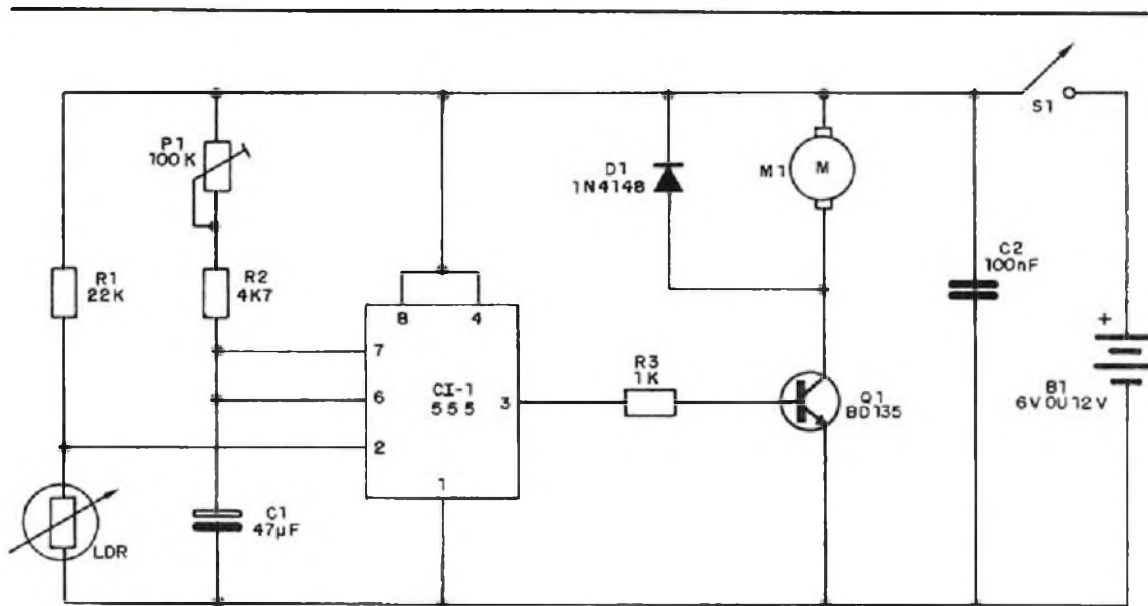

Figura 1
Na figura 1 damos o circuito da primeira versão, para ativação de um pequeno motor de corrente contínua, de 6 ou 12V com corrente de até 1A.
**LISTA DE MATERIAL (Circuito da figura 1)**